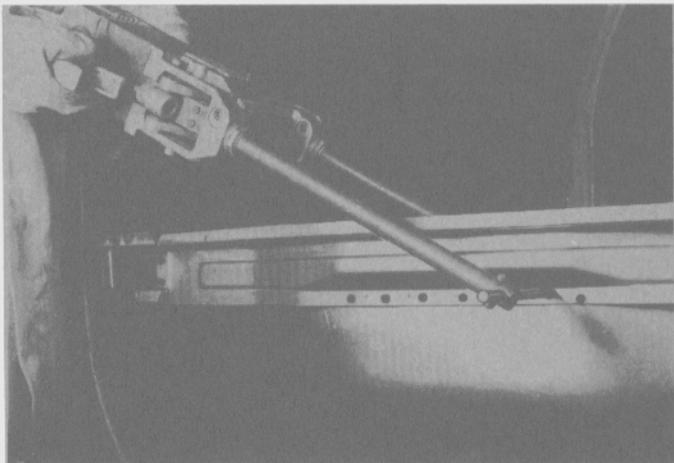

Fig. 311
- Soldar el nuevo travesaño, por puntos, al alojamiento de la rueda de auxilio, al panel del piso y a los largueros (Fig. 311 y 312).